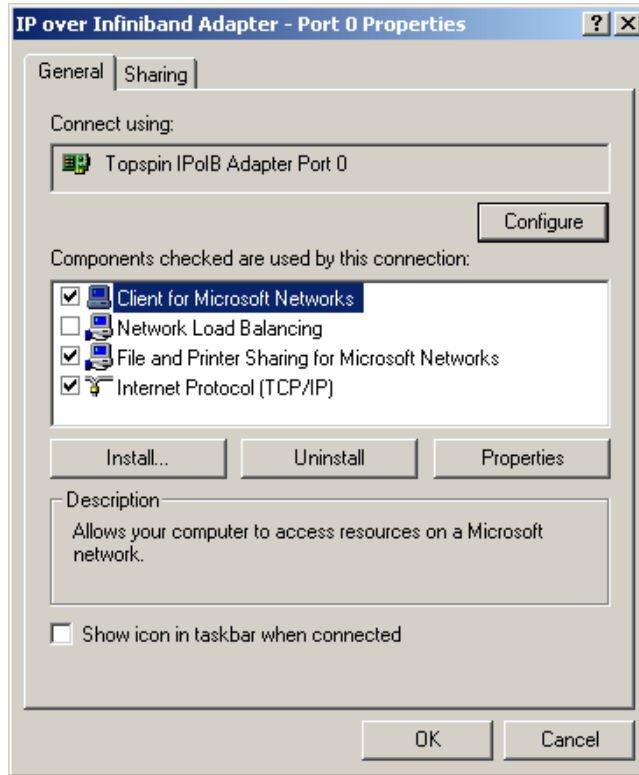

図8-17 IP over InfiniBand Adapter - Port 0 Properties
2. 最初の InfiniBand ポートをダブルクリックして、「Port Properties」ウィンドウを開く (図 8-17)。「Components」の下で、「Internet Protocol (TCP/IP)」を強調表示し、「Properties」をクリックします。